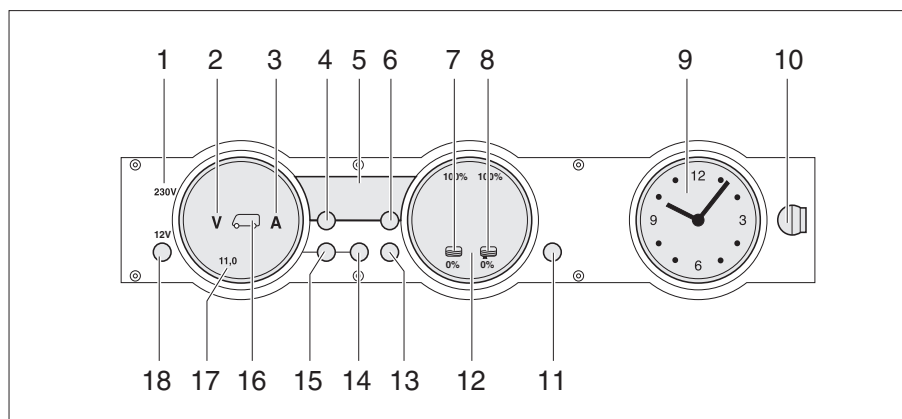

Fig. 170 Panneau de contrôle MP 20-T
Le voyant de contrôle 230 V (Fig. 170,1) s'allume si l'arrivée du bloc électrique est sous tension de réseau.
L'interrupteur principal 12 V (Fig. 170,18) établit ou coupe le panneau de contrôle et l'alimentation 12 V de la cellule.
- Appuyer brièvement sur la touche "12 V" (Fig. 170,18). L'alimentation 12 V de la cellule est assurée. L'indicateur de contrôle "12 V" s'allume.
- ▷ La tension de la batterie de cellule est trop faible quand les DEL "11,0" de l'affichage en Volt et le symbole Volt "V" (Fig. 170,2) clignotent dans l'indicateur des batteries (Fig. 170,17) après la mise sous tension. Charger la batterie.
- ▷ La coupure de batterie est active quand l'indicateur de contrôle "12 V", le symbole de la batterie de cellule (Fig. 170,16) et le symbole Volt "V" (Fig. 170,2) clignotent trois fois après la mise sous tension. Désactiver la coupure de batterie.
- Appuyer brièvement sur la touche "12 V" (Fig. 170,18). L'alimentation 12 V de la cellule est coupée. L'indicateur de contrôle "12 V" s'éteint.
- Appuyer sur la touche batterie de cellule (Fig. 170,14) et la maintenir enfoncée pendant 10 secondes environ. Les symboles Volt "V" (Fig. 170,2) et Ampères "A" (Fig. 170,3) clignotent trois fois. La batterie de cellule est coupée du réseau de bord de 12 V.
- Appuyer sur la touche "12 V" (Fig. 170,18) et la maintenir enfoncée pendant 5 secondes environ. Le symbole Volt "V" (Fig. 170,2) clignote trois fois. La batterie de cellule est branché au réseau de bord 12 V. L'indicateur de contrôle s'allume au bout d'env. 2 secondes.
- Appuyer sur la touche de la batterie de cellule  (Fig. 170,14). Le symbole Volt "V" (Fig. 170,2) s'allume. Le symbole Ampères "A" est, suivant son niveau de charge, blanc ou rouge. La tension de la batterie et le courant de la batterie de cellule sont affichés au moyens de DEL à l'intérieur de l'indicateur.
- Appuyer sur la touche de la batterie de démarrage  (Fig. 170,15). Le symbole Volt "V" (Fig. 170,2) s'allume. Des DEL à l'intérieur de l'indicateur indiquent la tension de la batterie de démarrage.
- Appuyer sur la touche réservoirs  (Fig. 170,13). Les symboles réservoir d'eau  (Fig. 170,7) et réservoir d'eaux usées  (Fig. 170,8) s'allument. Des DEL à l'intérieur de l'indicateur indiquent le niveau du réservoir d'eau (échelle de gauche) et celui du réservoir d'eaux usées (échelle de droite).
Le symboles Volt "V" (Fig. 170,2) et les DEL "11,0" clignotent dès que la tension de la batterie descend en dessous de 11 V (mesurée en marche) et qu'il y a risque de décharge profonde de la batterie.
Le symbole du réservoir d'eau  (Fig. 170,7) ou celui du réservoir d'eaux usées  (Fig. 170,8) clignote quand le réservoir d'eau est vide ou que le réservoir d'eaux usées est plein.